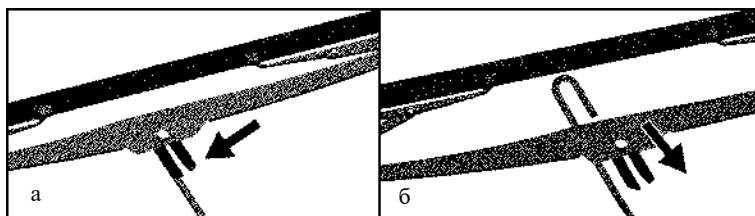

Рис. 3. 54. Замена щеток стеклоочистителей стекол
Для снятия кассеты шторки в сборе необходимо отожать левый подпружиненный край кассеты в направлении стрелки (рис. 3. 57), выведите его из гнезда в облицовке багажного отделения
-блок интерфейса пользователя (БИП) с кнопкой «SOS» 3 (рис. 3. 58) находящийся на внутренней части крыши салона;